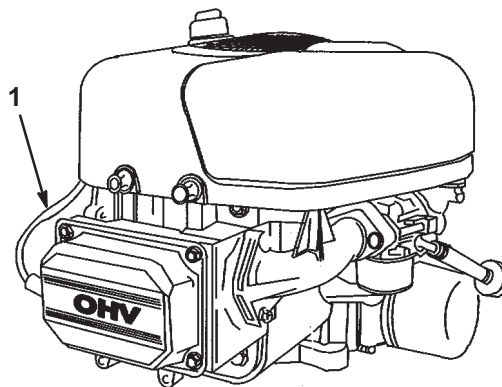

Figure 25
6. Débranchez la bougie (Fig. 25).
- Branchez la bougie (Fig. 25).